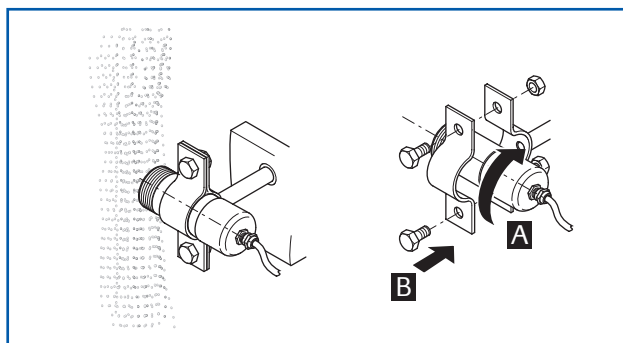

Fig. 5 : Montage par collier
- fixé à l'aide d'un collier (fig. 5)